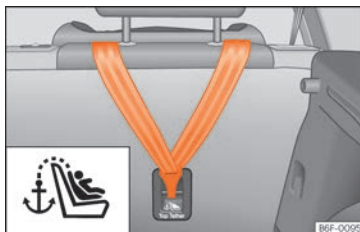

**Fig. 38** Parte posteriore dei sedili posteriori: occhielli di fissaggio per la cintura Top Tether.
»» **fig. 38.** Seguire le istruzioni del produttore.
- Far scorrere la cinghia e fissarla correttamente al punto di aggancio della parte posteriore dello schienale »» fig. 38.